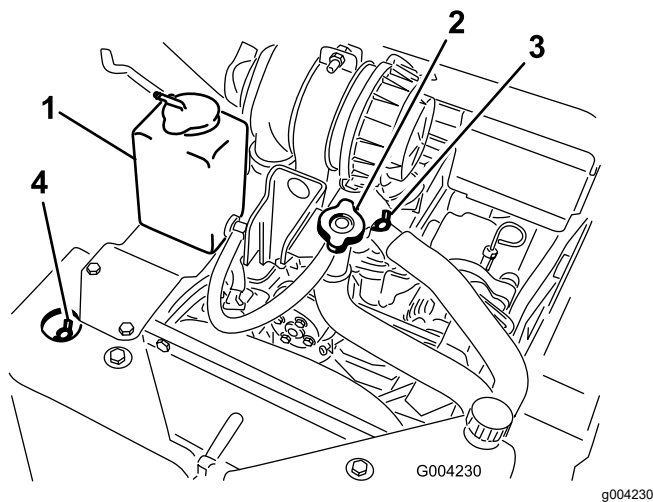

Figure 51
- A. Enlevez le bouchon de remplissage de liquide de refroidissement (Figure 51).
- B. Ouvrez les vannes de purge de liquide de refroidissement avant et supérieure (Figure 51).
- C. Versez du liquide de refroidissement dans le goulot de remplissage jusqu'à ce qu'il commence à sortir par la vanne de purge avant (Figure 51).
- D. Fermez la vanne de purge avant (Figure 51).
- E. Versez du liquide de refroidissement dans le goulot de remplissage jusqu'à ce qu'il commence à sortir par la vanne de purge supérieure (Figure 51).
- F. Fermez la vanne de purge supérieure (Figure 51).
- G. Versez du liquide de refroidissement dans le goulot de remplissage jusqu'à ce qu'il monte dans le goulot (Figure 51).
- H. Remettez le bouchon de remplissage de liquide de refroidissement en place (Figure 51).
- I. Ajoutez du liquide de refroidissement dans le vase d'expansion jusqu'à ce qu'il atteigne le repère du plein sur le côté du vase (Figure 51).